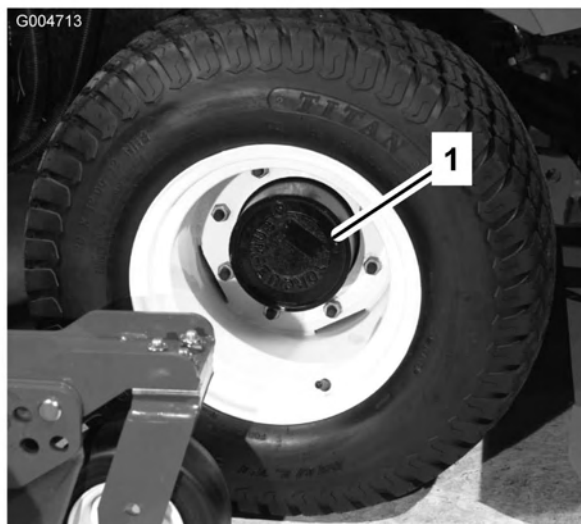

Figure 56
1. Placez la machine sur une surface plane et horizontale et tournez la roue de sorte que le bouchon de contrôle/vidange (Figure 56) se trouve à la position la plus basse.